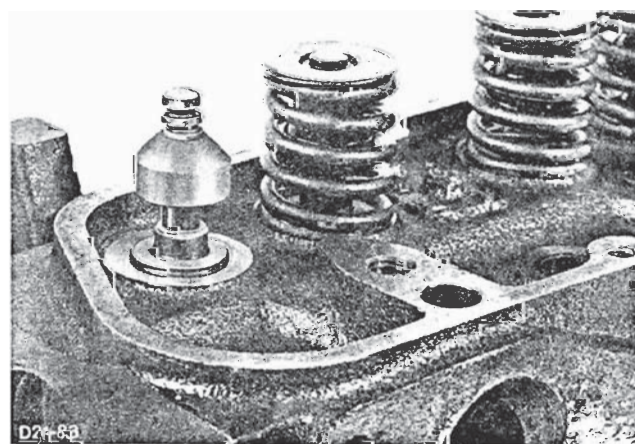

Fig. 78 - Ventilstammepakdåse på ventilstamme.
5. Smør ventilerne og ventilstyrene. Monter ventilerne. Skub ventilstammepakdåserne op på ventilstammerne, Fig. 78.